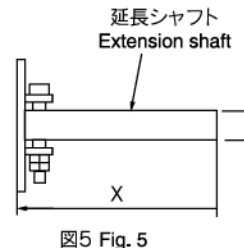
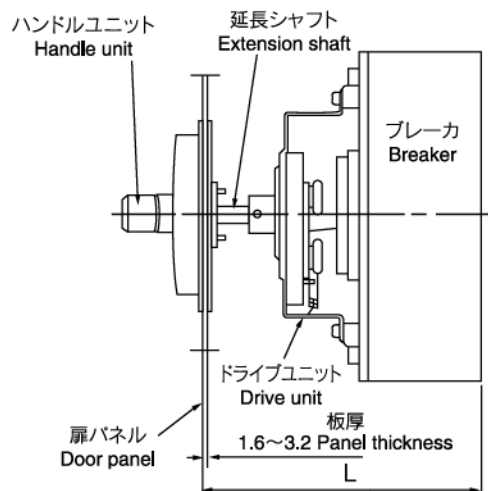

図5 Fig. 5
図6 Fig. 6
- ・延長シャフト付きで奥行き寸法(A寸法)を任意に設定する場合は、下記計算式によりシャフトをカットしてください。(図5、図6、表1)
When setting size A including the extension shaft, cut the shaft according to the formula below. (See Fig. 5 and 6 and Table 1.)